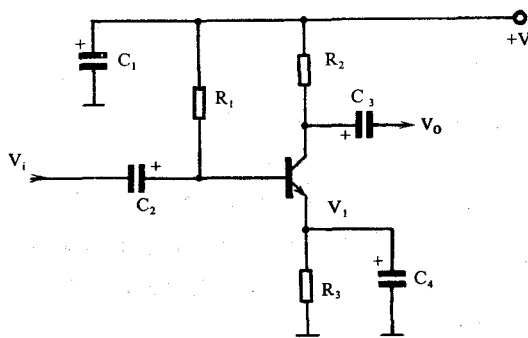

图 1-4 单元电路图示意图
① 由于单元电路图主要是为了分析某个单元电路工作原理而单独将这部分电路画出,所以在图中已省去了与该单元电路无关的其它元器件和相关的连线、符号,电路图就比较简洁、清楚,识图时没有其它电路的干扰。单元电路图中对电源、输入端和输出端已加以简化,如图 1-4 所示。